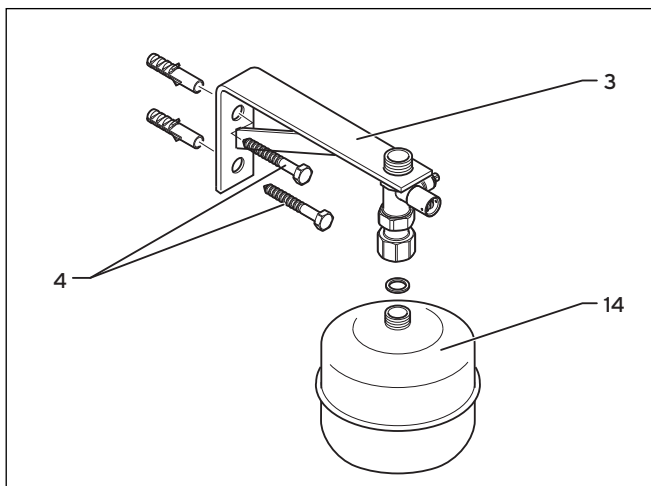

Bild 4.2 Fastsättning av solarexpansionskärl 18 l resp. 25 l
- Skruva fast fästet (→ **Bild 4.2**, pos. 3) med pluggar och skruvar (→ **Bild 4.2**, pos. 4) i väggen.
- Skruva fast solarexpansionskärl (→ **Bild 4.2**, pos. 14) i kåpventilen.
- Se till att det finns en förbindelse mellan solarkretsen och expansionskärl (→ **Bild 4.2**, pos. 14).